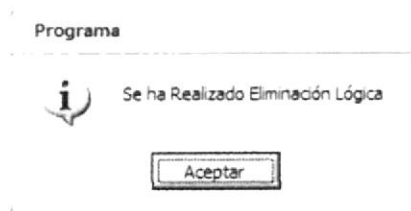

Figura 3.44 Mensaje de Eliminación de Bodega
- Si se ha realizado la eliminación aparecerá el mensaje (Ver figura 3.44)